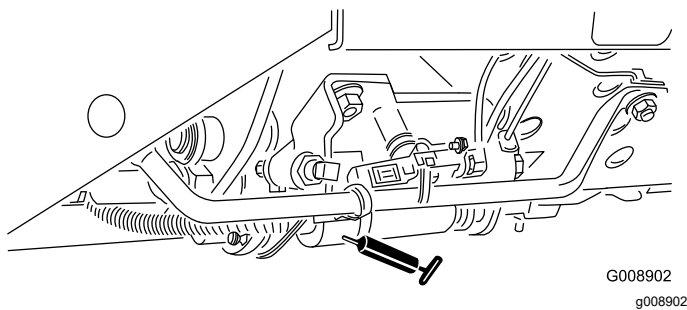

Figura 53
- Mando segar/transportar (**Figura 53**)